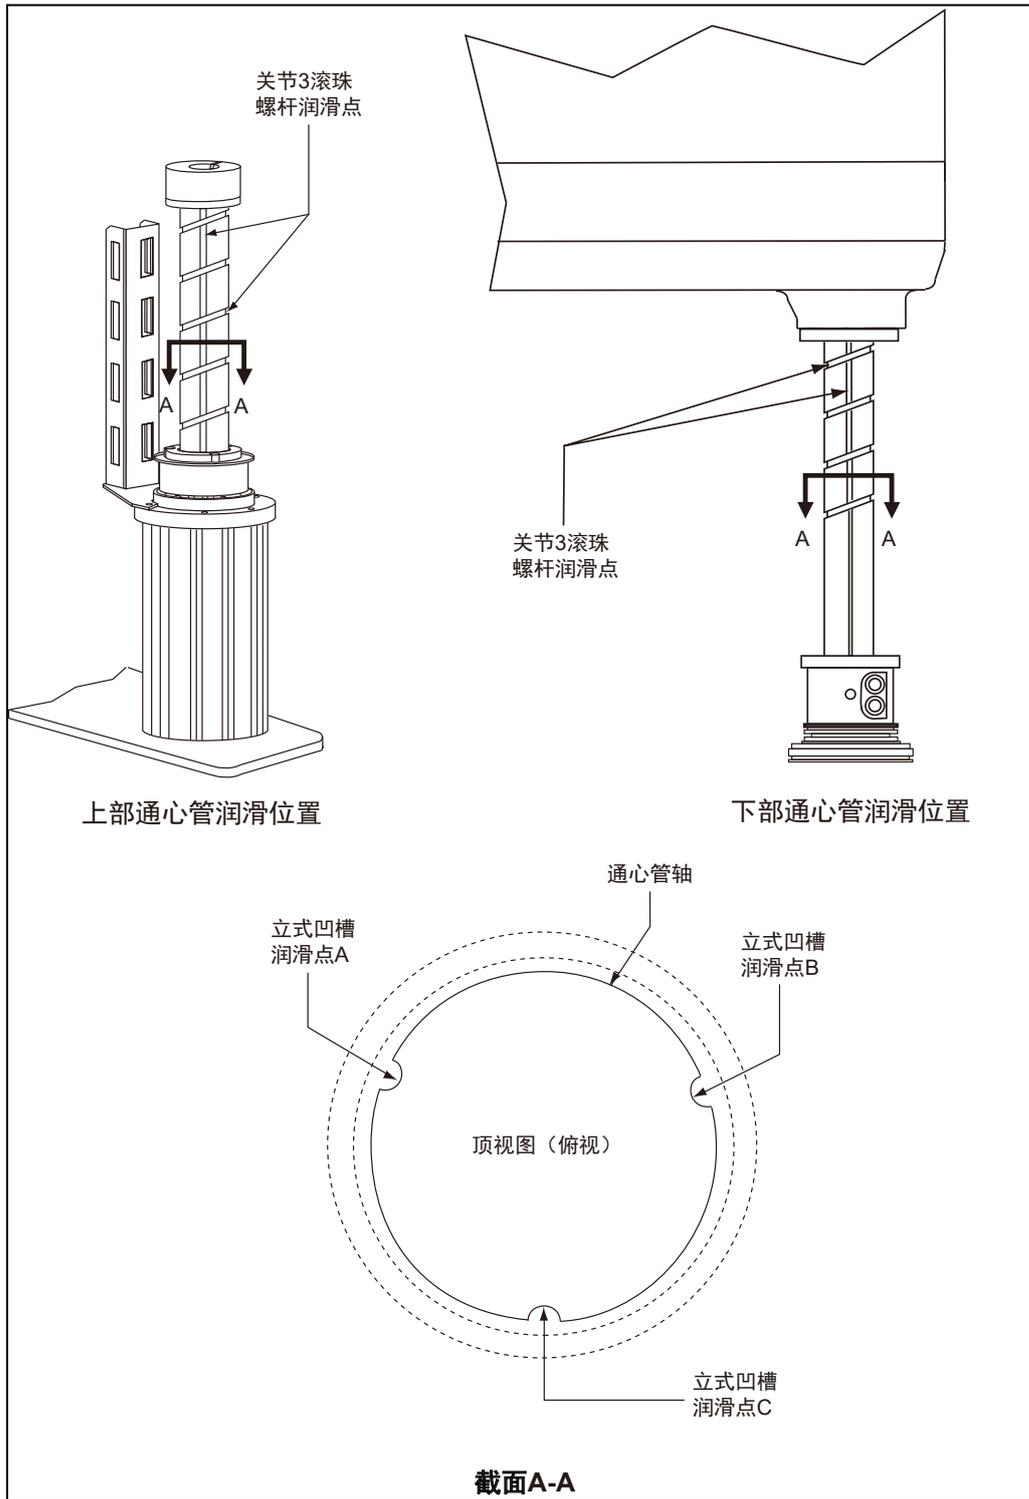

图 7-6. 关节 3 通心管润滑
5. 使用注射器将一小滴润滑脂涂抹在三个关节3滚珠螺杆凹槽和螺旋槽中。请参见图7-6。